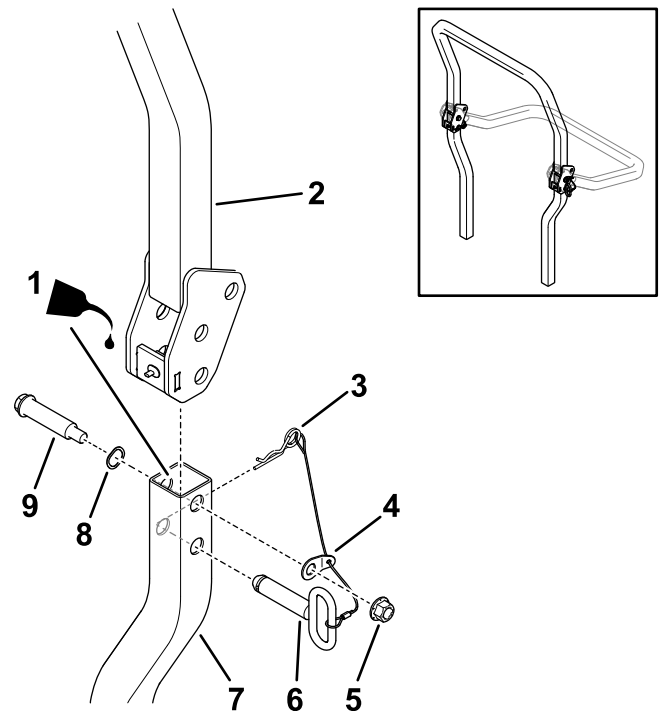

Bild 12
5. Ölen Sie die Innenflächen der unteren Überrollbügelrohre leicht ein (Bild 12).
6. Befestigen Sie den oberen Überrollbügel locker am unteren Überrollbügel mit zwei Ansatzschrauben, zwei Wellenscheiben, zwei an den Verbindungsleinen befestigten Unterlegscheiben und zwei Sicherungsmuttern ($\frac{1}{2}$ "), wie in Bild 12 dargestellt.
8. Klappen Sie den oberen Überrollbügel in die aufrechte Position, setzen Sie die Verriegelungsstifte ein (die ovalen Griffe müssen zur Außenseite der Maschine zeigen) und sichern Sie ihn mit den Splinten auf jeder Seite (Bild 12).